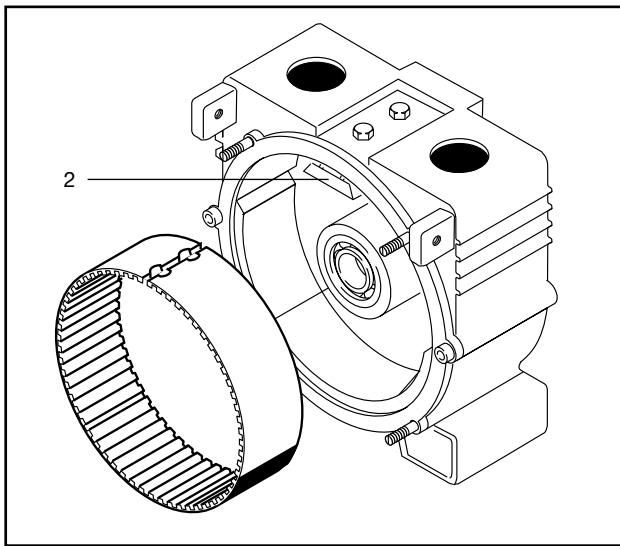

Abb. 14 1 Trennteil
2. Das neue Trennteil, mit der Verzahnung nach innen, in den Trennteilhalter einlegen (Abb. 14).